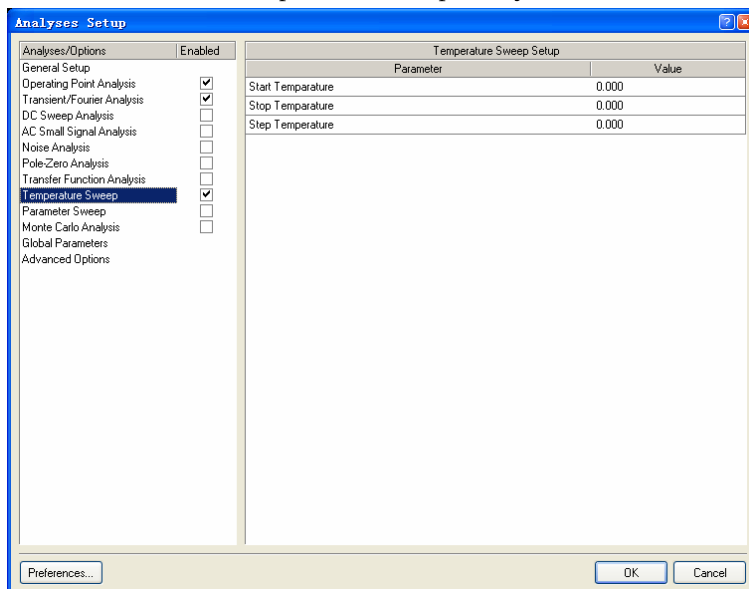

图 6.24 “Temperature Sweep Analysis”设置界面
(1) 启动 Altium Designer 6，打开 6.6 节创建的名为“Sim2.SchDoc”的原理图文件。
(2) 选择主菜单栏中的“Design”->“Simulate”->“Mixed Sim”命令，打开“Analyses Setup”对话框。
(4) 选择仿真的电路节点“OUTPUT”作为仿真节点。
(5) 勾选“Analyses/Options”列表中的“Transient/Fourier Analysis”项，设置瞬态分析的起始时间为“0m”，终了时间为“10m”，仿真步长和最大仿真步长为“5u”，取消傅立叶分析项。
(6) 勾选“Analyses/Options”列表中的“Temperature Sweep”项，在“Analyses Setup”对话框中打开如图 6.24 所示的“Temperature Sweep Analysis”设置界面。